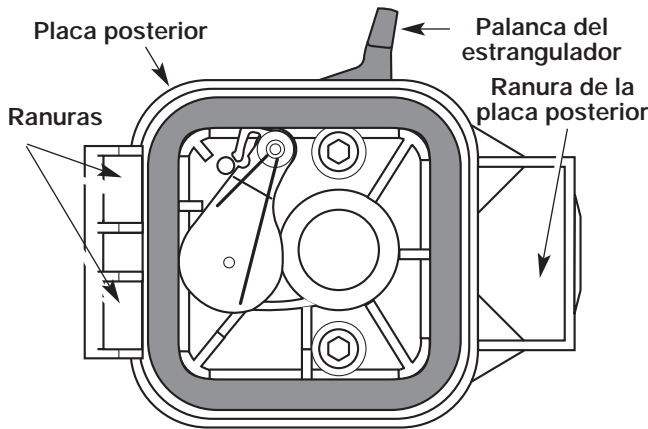

Fig. 36
6. Vuelva a colocar el filtro (Fig. 36).
7. Vuelva a instalar la cubierta del filtro de aire. Coloque los ganchos del lado izquierdo de la cubierta del filtro de aire en las ranuras del lado izquierdo de la placa posterior (Fig. 36).
8. Mueva la cubierta hacia la derecha hasta que la orejeta del filtro de aire calce en su lugar en la ranura de la placa posterior (Fig. 36).